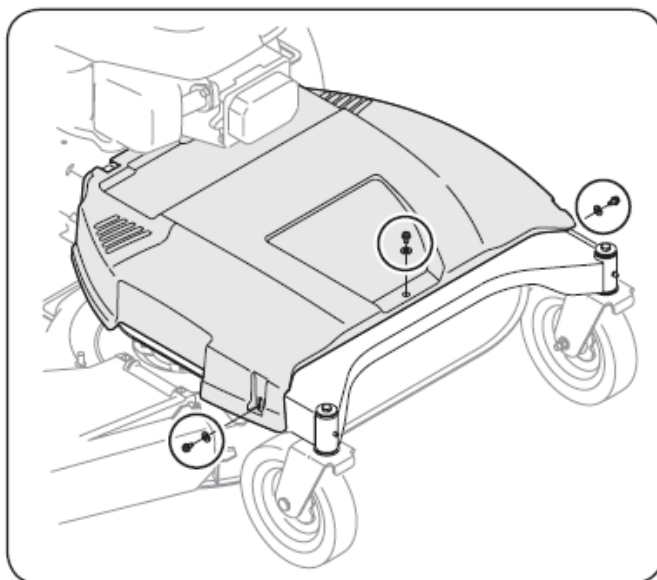

Figure 6-5
1. Retirez le couvercle de courroie en retirant les trois vis et rondelles qui le fixent solidement au cadre. Consultez la Fig. 6-5.